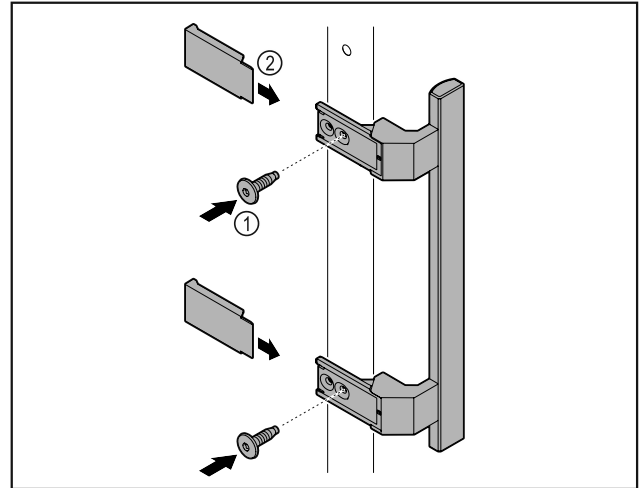

Fig. 2
- Pritvirtinkite rankeną iš priedų pridedamais varžtais Fig. 2 (1) prie durų.
- Uždėkite dengiamąją plokštelę Fig. 2 (2).